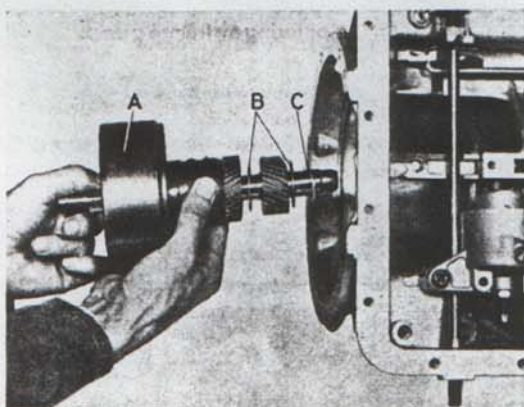

Bild 70. Montering av bakre koppling.
16. Sätt på bakre axialtrycklagret och montera kopplingen i växellådan, bild 70.